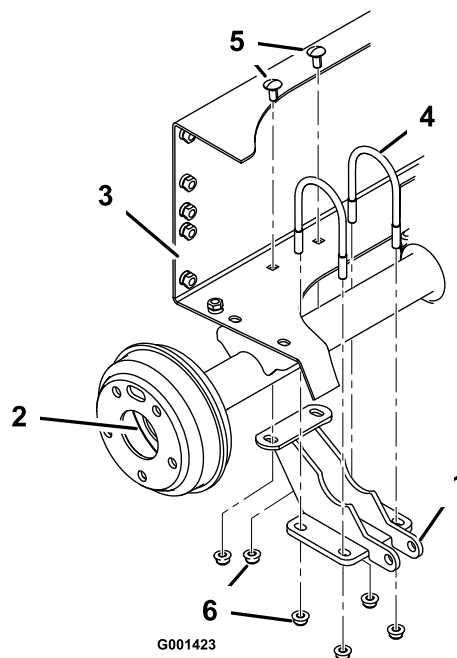

Figure 5
4. Montez le support de vérin de relevage sans le serrer sur l'extrémité droite de l'essieu arrière au moyen de 2 étriers filetés et de 4 écrous à embase (3/8 pouce) tout en alignant les trous de montage sur les trous du support de batterie (Figure 5).
5. Fixez le support de vérin de relevage au châssis arrière avec 2 boulons de carrosserie (3/8 x 3/4 pouce) et 2 écrous à embase (3/8 pouce). Serrer les 4 écrous à embase sur les étriers filetés au même couple pour bien aligner le support par rapport à l'essieu. Serrer les deux écrous qui fixent l'arrière du support au châssis arrière (Figure 5).